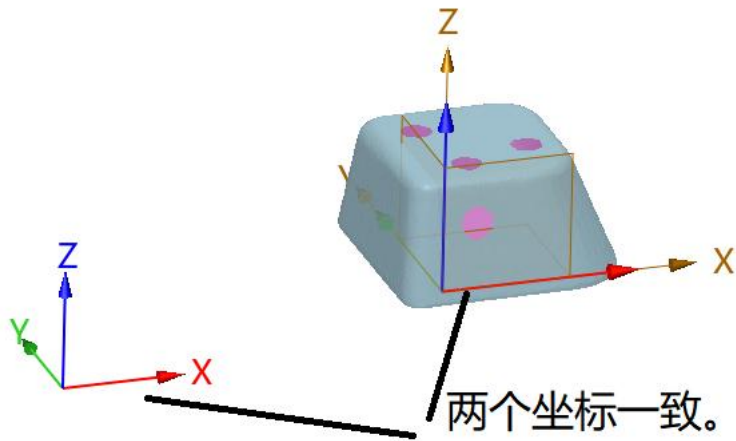

图 11-5 坐标移动
(4) 移动坐标，将所设置的坐标移到系统坐标，实现工件摆正，如图 11-5 所示。